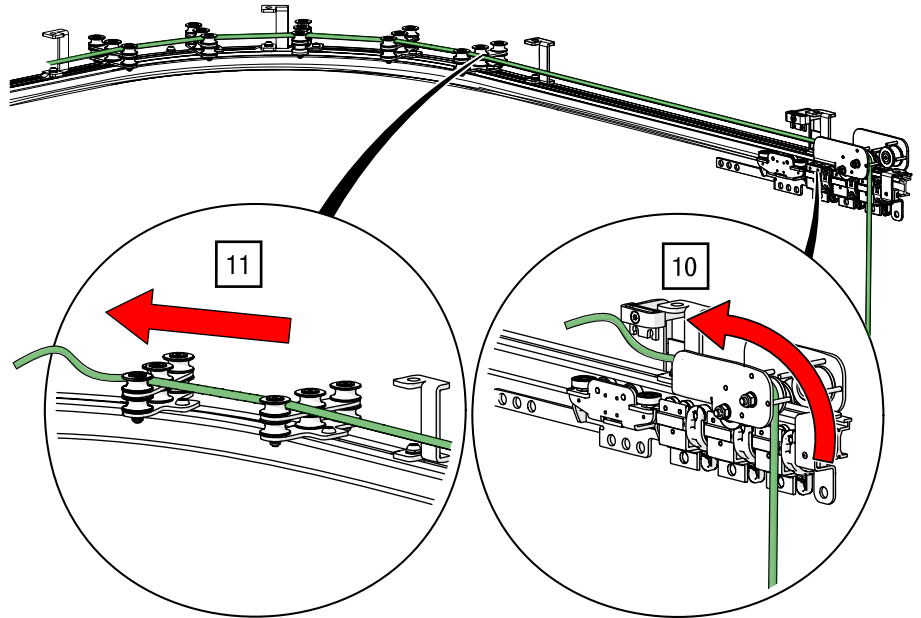

Abb. 110: Doppelt oben liegende Seilführung – Seil durch Ableitrolle und Seilführung führen
10. Fädeln Sie das Seil linksseitig durch die Ableitrolle nach oben (siehe Abb. 110).
11. Führen Sie das Seil am ersten Zugwagen vorbei durch die oberen Rollen der Seilführungen (siehe Abb. 110).